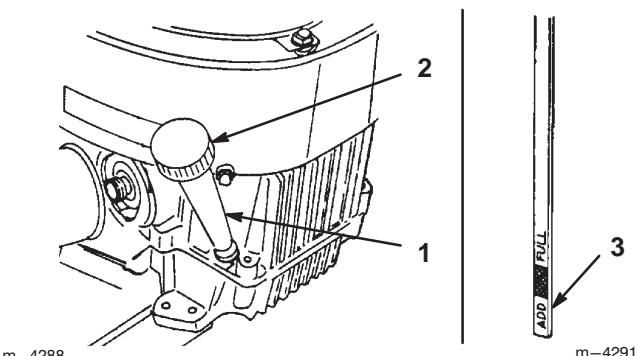

Figure 17
4. Nettoyez la surface autour de la jauge d'huile (Fig. 17) pour éviter que des impuretés ne s'introduisent dans le goulot de remplissage, ce qui risquerait d'endommager le moteur.
5. Dévissez la jauge d'huile et essuyez soigneusement l'extrémité métallique (Fig. 17).
6. Renfoncez la jauge complètement dans le tube de remplissage sans la visser (Fig. 17). Sortez de nouveau la jauge et examinez l'extrémité métallique. Si le niveau est bas, versez lentement une quantité d'huile suffisante dans le goulot de remplissage pour amener le niveau au repère du plein (FULL) sur la jauge.
10. Nettoyez la surface autour de la jauge d'huile et dévissez le bouchon (Fig. 17).
11. Versez lentement environ 80% de la quantité d'huile spécifiée dans le goulot de remplissage (Fig. 17) (voir Changement de l'huile moteur et du filtre, page 24).